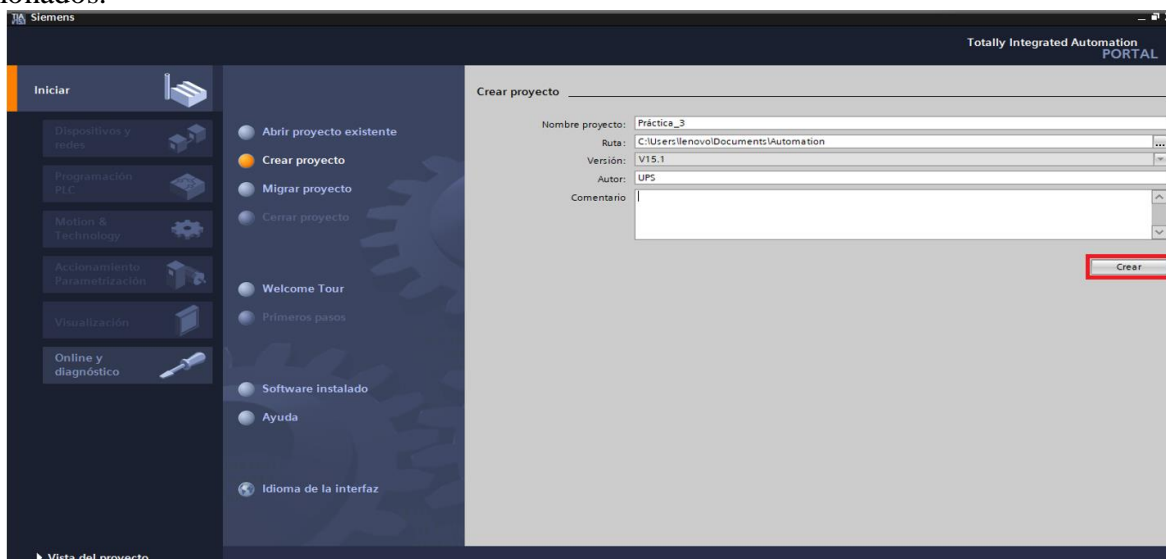

Figura 6: Ventana de inicio de Tia Portal.
- Para crear un nuevo proyecto, en la ventana de **“Iniciar”** se da clic en **“Crear proyecto”**, dentro de esta ventana se debe llenar los parámetros de Nombre de proyecto, Ruta, Autor y Comentario (ver Figura 6).